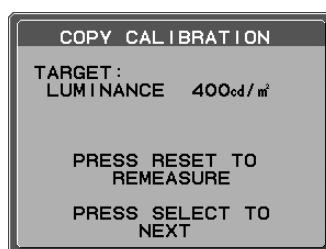

Abbildung C.5
6. Nach dem Kopieren der Informationen von Monitor A wird die Zieleinstellung für die Luminanz gespeichert und im OSD-Menü auf Monitor B angezeigt. Der Zielwert kann nicht angepasst werden (Abbildung C.5). Die Weißpunkte von Monitor A und Monitor B stimmen nun überein.